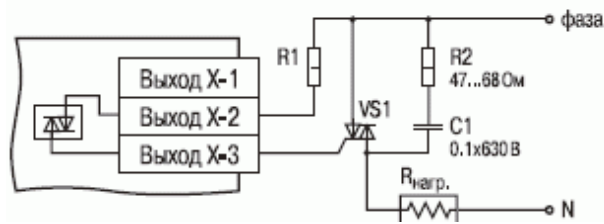

Рис. 5. Схема включения оптосимисторного выхода.
*Оптосимистор* включается в цепь управления мощного симистора через ограничивающий резистор R1 по схеме, показанной на рис. 5. Значение сопротивления резистора определяет величину тока управления симистора.